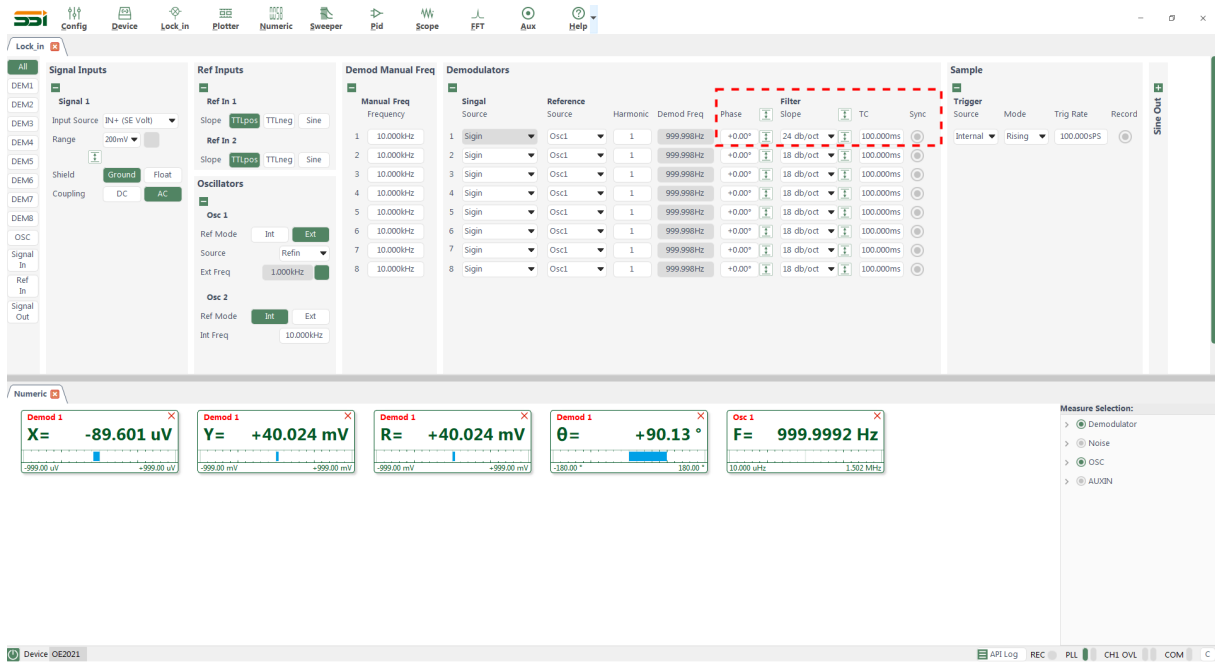
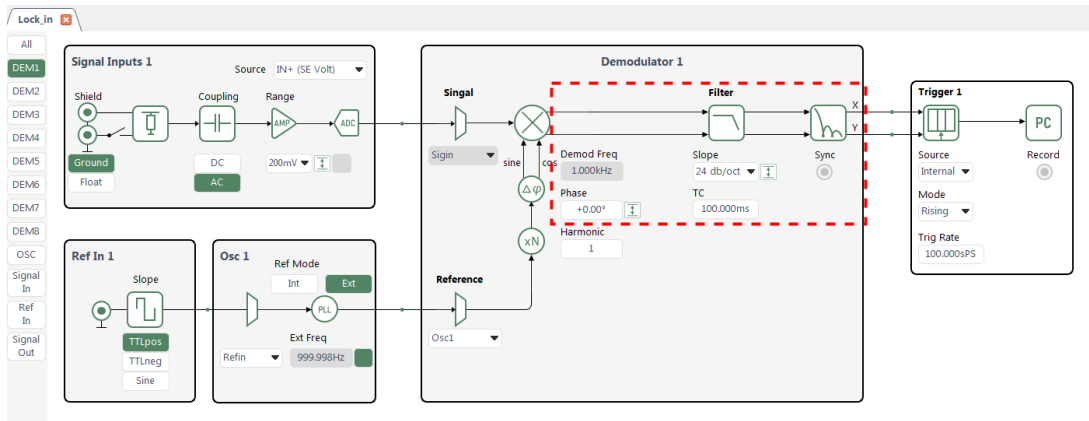

图 35. 滤波器配置图
图 36. 流程框图的滤波器配置区域
3. 根据表2，在滤波器配置区域选择解调器的时间常数、滤波器陡降和相位调整值，其它选项默认，如图35和图36所示，选择其中一种方式进行修改，完成配置。